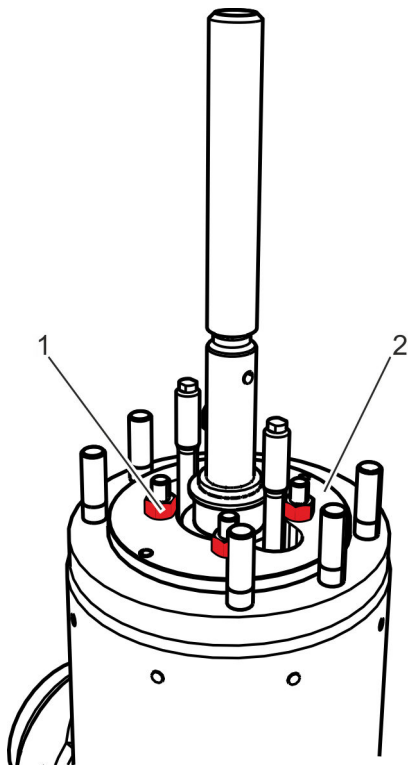

Abb. 29: Muttern Spanndeckel lösen
2. ➔ Bei Ausführung mit Spanndeckel: Muttern (Abb. 29/1) lösen und entfernen.